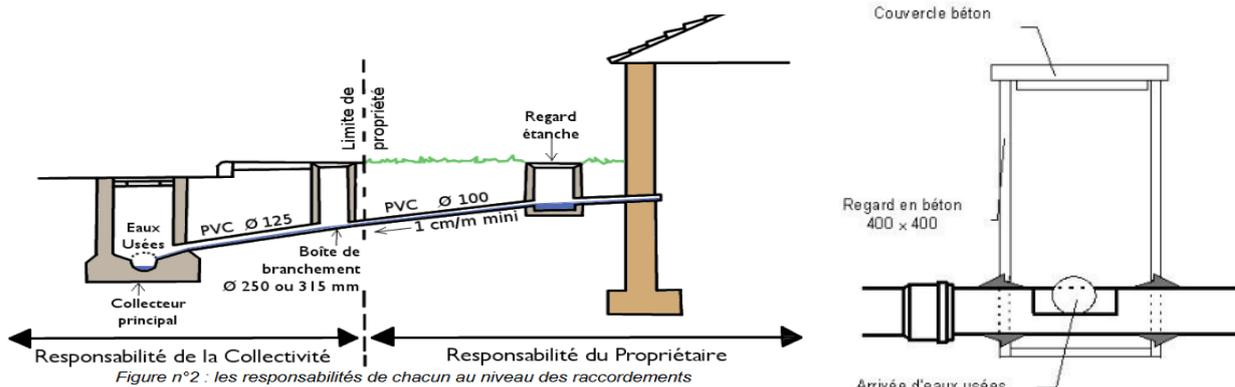
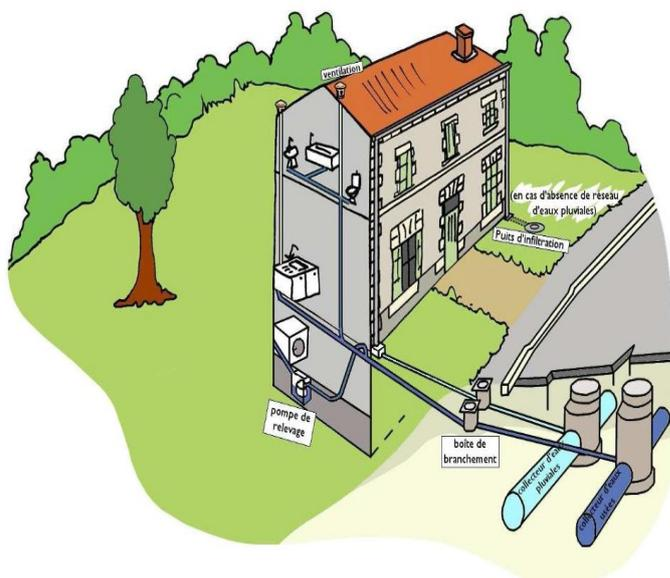

Fig.14: Boîte de branchement (de raccordement) en limite de propriété
Fig.15 : Pompe de relevage/Raccordement des eaux (EP et EU) au collecteur/Boîte de raccordement
- **Boite de branchement (raccordement)** (fig.14, fig.15). : c'est un regard à pied d'immeuble qui permet relier le branchement d'une conduite collective (collecteur) à une canalisation secondaire desservant un réseau privé. Pour rappel, le collecteur : c'est une canalisation ou conduite
- Dispositif spécifique : pompe de relevage: la pompe de relevage est un dispositif qui sert à relever les eaux d'une certaine hauteur, dans le cas où celles-ci se situent à un niveau inférieur par rapport au réseau d'assainissement "collecteur" (lorsque la construction est plus basse que le réseau public) (Fig. 15, fig.16).